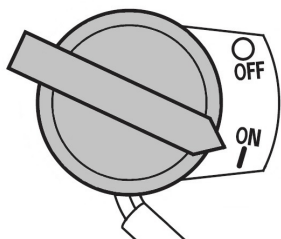

Рис. 14. Выключатель зажигания
5. Выключатель зажигания переведите в положение «ON» (Включено) (Рис. 14).
При возникновении аварийной ситуации, для экстренной остановки двигателя выбросплиты переведите выключатель зажигания двигателя в положение «OFF» (ВЫКЛЮЧЕНО) (Рис. 14).
4. Переведите выключатель зажигания в положение «OFF» (ВЫКЛЮЧЕНО) (Рис. 14).